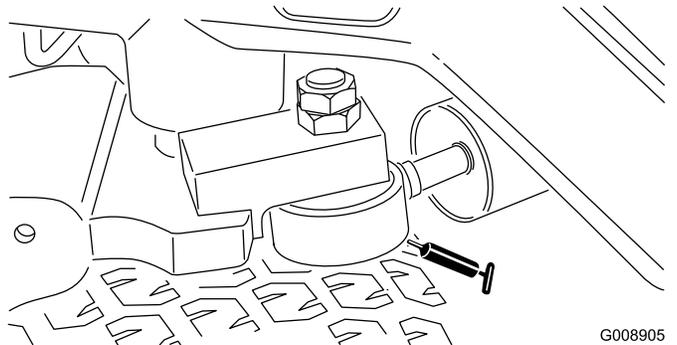

Рисунок 61
**Примечание:** При желании установите дополнительную масленку на другой конец цилиндра рулевого механизма. Снимите колесо, установите масленку, заправьте ее консистентной смазкой, снимите масленку и установите пробку (Рисунок 61).